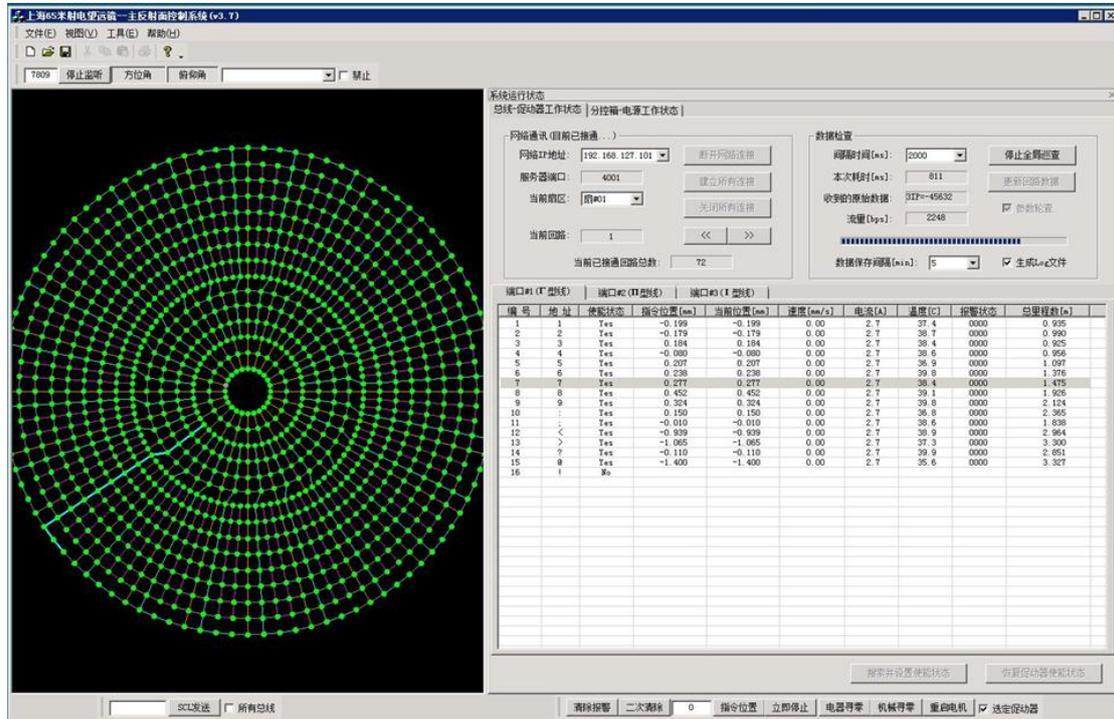

图 2. 主动面系统控制软件启动成功界面
- (3) 点击界面右上部分的“分控箱-电源工作状态”标签页后，按照顺序点击“建立所有连接”按钮，点击“定时自动轮查”按钮。
- (4) 点击界面右上部分的“总线-促动器工作状态”标签页后，软件将会跳出“是否进行系统网络联接与初始化设置”对话框，点击“是”后，软件将会进行连接，耗时约为 2 分钟，再点击“启动全局巡查”按钮。
- (5) 点击界面左上部分的“启动监听”按钮，去掉“禁止”勾号。
- (6) 点击界面左上角的“文件”->“系统模型”->“浏览”->选择 2016_winter.mdb 模型（主面重力形变模型），点击 OK，模型加载成功。
- (7) 此时主动面系统控制软件启动成功(见图 2)，主动面可根据俯仰角自动调整。
在主动面系统控制软件启动后,图 2 左侧的促动器颜色显示可能全为蓝色(蓝色表示促动器的实际位置和不一致),在促动器第一次运动后,可全变为绿色。
- (8) 主动面控制软件在正常运行时,图 2 右侧的数据查询部分的进度条在变化。
- (9) 主动面运动时,图 2 左侧的促动器显示颜色在闪烁,表示促动器在运动。
- (1) 通过“远程桌面连接”连接到主动面系统的控制计算机上(178.1.65.111, 密码 s65rt@sh)。(如果已远程连接可跳过此步骤)
- (2) 此时可见的界面如图 2 所示。
- (3) 在观测控制软件上,取消主动面使能状态,再将主动面置于 OFF 状态。
- (4) 点击界面左上部分的“停止监听”按钮。
- (5) 点击界面右上部分的“分控箱-电源工作状态”标签页后,按照顺序点击“暂停数据轮查”按钮,点击“关闭所有连接”按钮。
- (6) 点击界面右上部分的“总线-促动器工作状态”标签页后,按照顺序点击“停止全局巡查”按钮,点击“关闭所有连接”按钮后,软件将会跳出“促动器当前位置不全为零,确定要关闭所有连接吗?”对话框,点击“是”。
- (7) 点击软件右上角的“X”号后,软件将跳出对话框“是否将当前促动器的使能状态和系统 IP 地址的设定存盘并退出?”对话框,点击“是”后,将软件关闭。